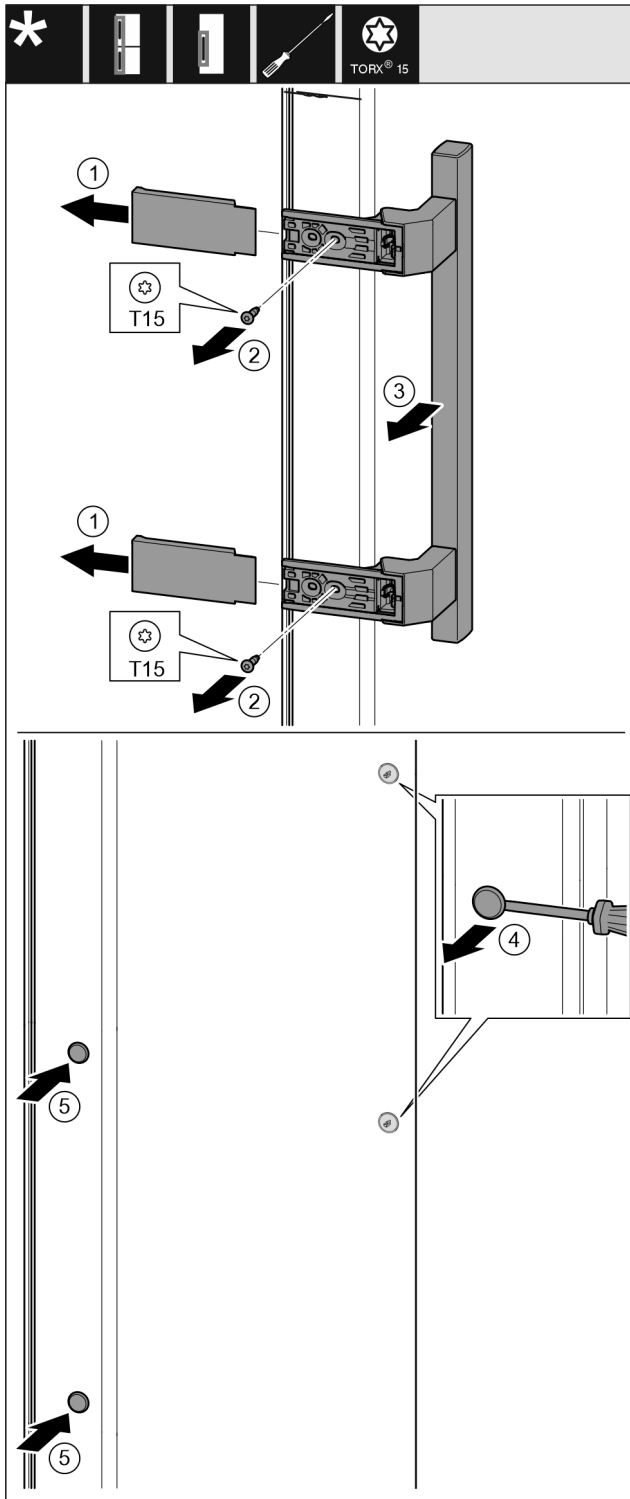

Fig. 16
- ▶ 拆下盖板。Fig. 16 (1)
- ▶ 用 T15 螺丝刀将螺钉旋出。Fig. 16 (2)
- ▶ 取下把手。Fig. 16 (3)
- ▶ 用带槽螺丝刀小心地提起侧边的堵头并将其拉出。Fig. 16 (4)
- ▶ 将堵头重新放入另一个侧。Fig. 16 (5)